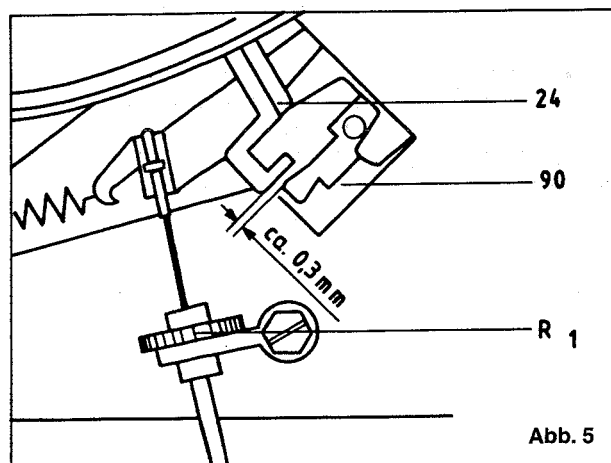

Abb. 5
1. Mit Schrauben (B) Aufsetzpunkt einstellen.
- Liegt der Aufsetzpunkt außerhalb der Platte, Schraube (B) im Uhrzeigersinn drehen.
- Liegt der Aufsetzpunkt innerhalb der Einlaufrille, Schraube (B) entgegen dem Uhrzeigersinn drehen.
13. Justage des Bowdenzugs Start/Stop (Abb. 5)